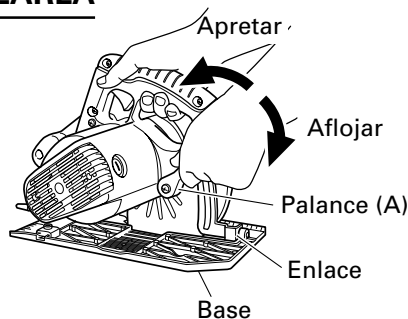
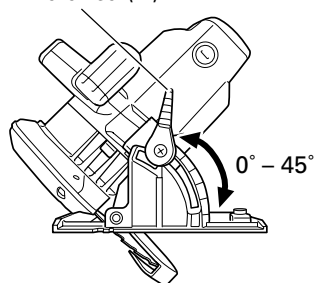

Fig. 10
Fig. 11
7. Verifique que la palanca (A) se encuentre apretada.
La flojedad de la palanca (A) para ajustar la profundidad de corte (Fig.10) y de la palanca (A) para ajustar el ángulo de inclinación (Fig.11) puede producir lesiones. Asegúrese de que se encuentren firmemente apretadas.
1. Ajuste de la profundidad de corte (Fig. 10)
Tal como se muestra en la Fig.11, aflojando la palanca (A) de la escala de bisel, es posible inclinar la cuchilla de la sierra hasta un ángulo de 45° con respecto a la base.